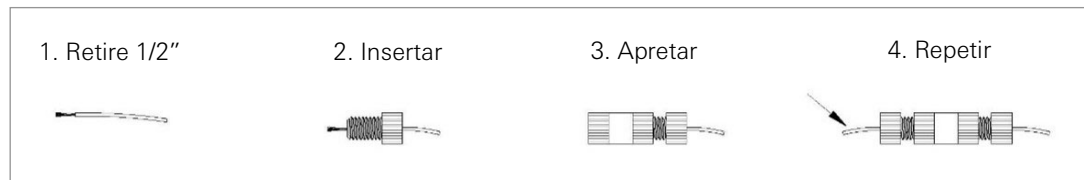
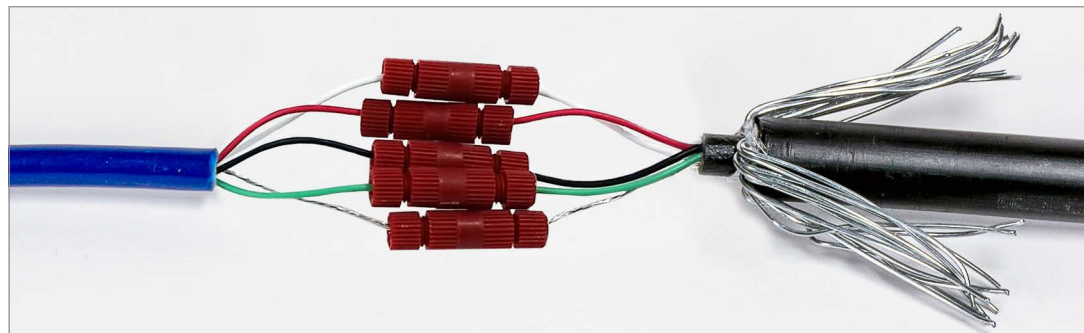

FIGURA 24: Instrucciones de Posi-Lock
FIGURA 25: Conectores Posi-Lock conectados a conductores (se muestra la conexión de cable sin armadura a blindada)
1. Siguiendo las instrucciones del conector Posi-Lock que se muestran en la Figura 24, conecte los conductores individuales de los dos cables juntos. Asegúrese de conectar color con color y conectar los cables de tierra. Al apretar los conectores Posi-Lock, apriete solo con los dedos. La conexión completada se muestra en la Figura 25.